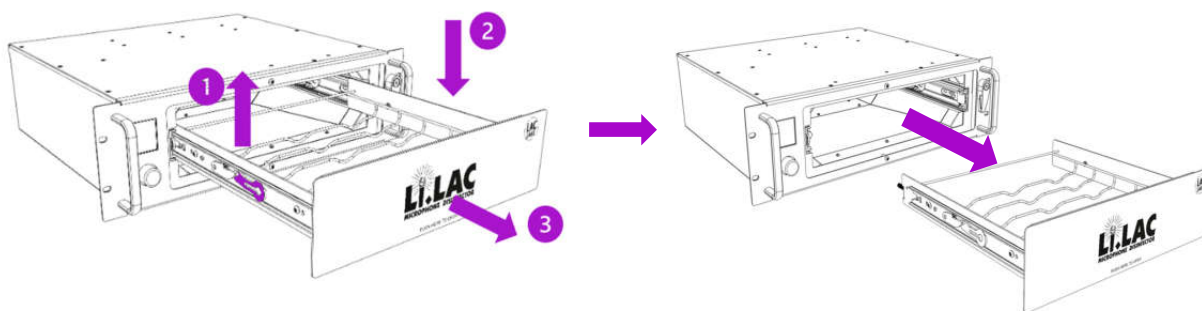

Abb. 9
4. In den seitlichen Teleskopschienen der Schublade befinden sich Verriegelungshaken (Abb.9). Den Verriegelungshaken links (1) nach oben ziehen und gleichzeitig den Verriegelungshaken rechts (2) nach unten drücken und in dieser Position halten. Die Schublade nach vorne (3) herausnehmen.